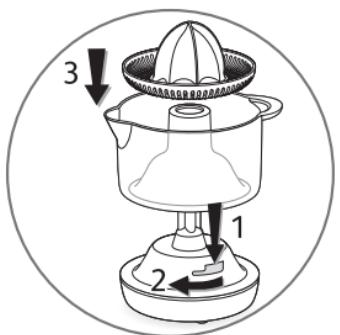

fig.1
- Placez d'abord la verseuse (**B**) et ensuite le cône plastique (**C**) sur le bloc moteur (**A**). Verrouillez l'ensemble (**fig. 1**).
- Place the jug (**B**) and then the plastic cone (**C**) on the motor unit (**A**). Lock the assembly (fig. 1).
- Plaats eerst de kom (**B**) en dan de kunststof perskegel (**C**) op het motorblok (**A**). Vergrendel het geheel (fig. 1).
- Setzen Sie den Behälter (**B**) und dann den Presskegel (**C**) auf den Motorblock (**A**). Verriegeln Sie den Behälter (**Abb. 1**).